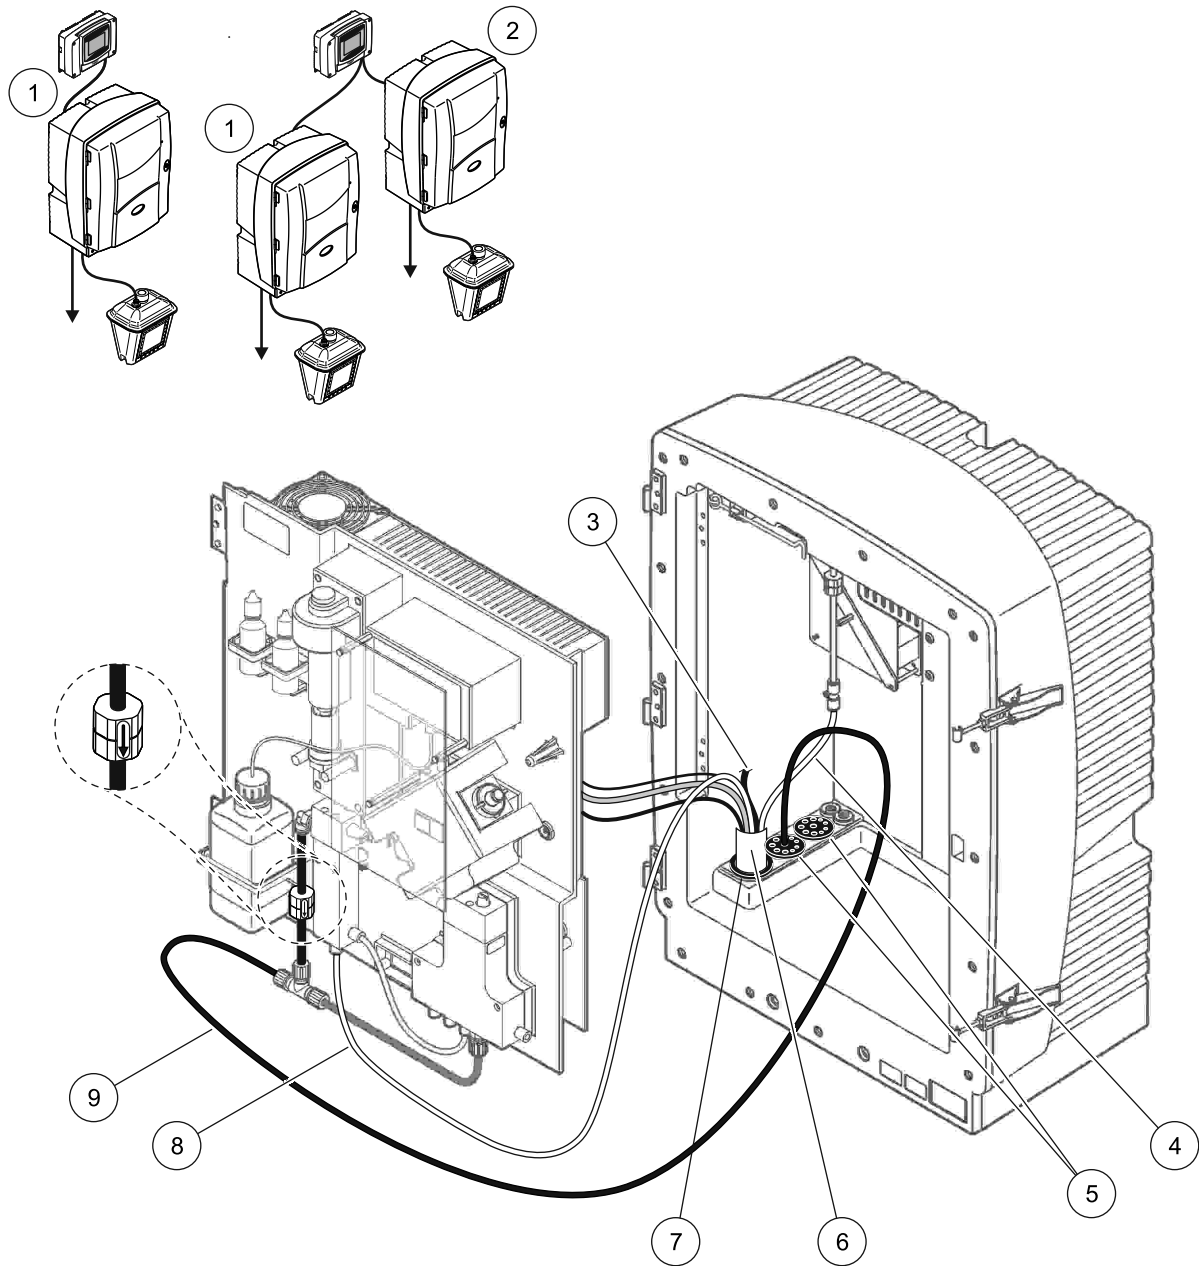

Figura 35 Configuração da opção 7
Consulte o Figura 35 e as seguintes instruções para a Opção 7:
2. Alimente a mangueira da Sonda do Filtro sc (linhas de amostra, cabos eléctricos, tubo de drenagem) através da abertura do analisador (Figura 35, item 6). Utilize o Conector Vedante #2 para fixar.
5. Ligue o tubo de ar ao compressor (item 4).
7. Ligue a linha de amostra à admissão de amostra no recipiente de fluxo utilizando os encaixes (item 8).